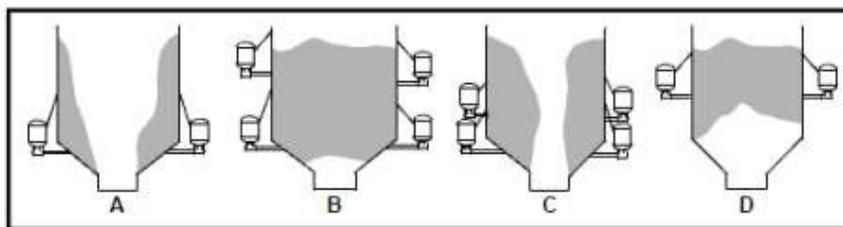

Figura 1. Material Confinado
O canhão de ar BIG BLASTER® TORNADO da MARTIN® é um sistema de movimentação de materiais a granel pneumático, que libera rapidamente ar comprimido dentro de um recipiente de armazenagem em que existe material grudado (A, figura 1), em ponte (B), caminho de rato (C) ou arqueado (d), colocando-o de volta em circulação.